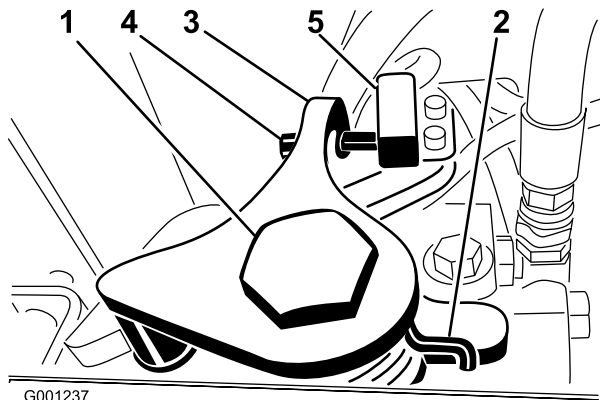

Figura 57
3. Afloje el tornillo de retención del lado opuesto de la leva de ajuste de la tracción (Figura 57).
7. Ajuste el tornillo del brazo de retorno a punto muerto (Figura 57) hasta que quede un espacio de 2,286 a 3,048 mm entre el extremo del tornillo y el contacto del interruptor.